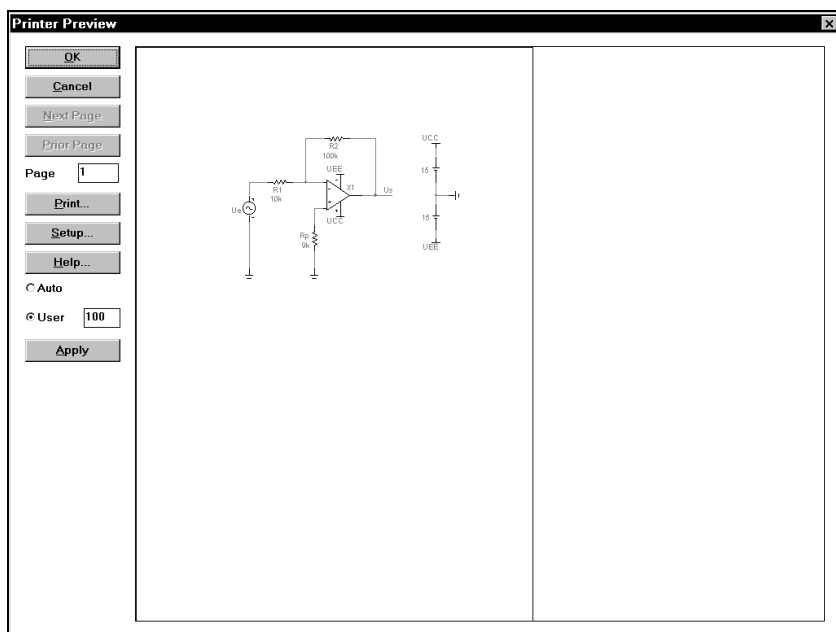

Figura 7. Cuadro de diálogo para la presentación preliminar
- 8) **Print Preview** (Presentación preliminar). Esta opción hace aparecer el cuadro de diálogo de la presentación preliminar del documento impreso (Figura 7).